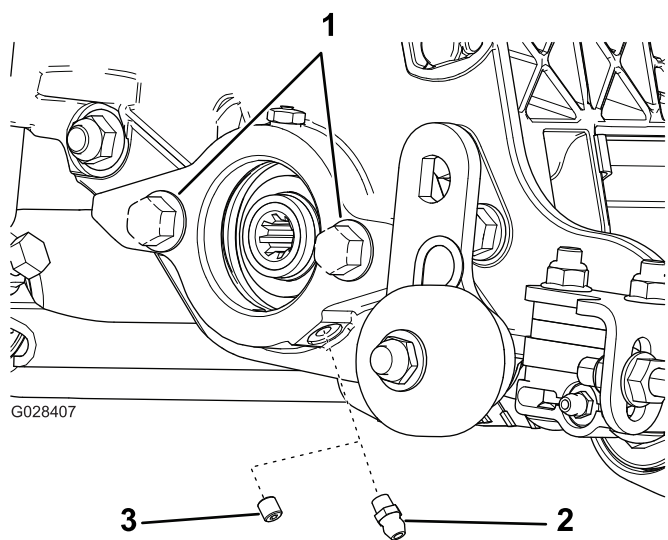

Figura 5
1. Retire y deseche el tornillo de fijación de la chapa lateral del motor del molinete (Figura 5).
2. Instale el engrasador recto (Figura 5).
3. Si no hay pernos en la placa lateral del motor del molinete, instálelos (Figura 5).
Las unidades de verticorte pueden instalarse en cualquiera de las 5 posiciones de la unidad de tracción. La Figura 5 muestra la orientación del motor para cada posición. En las posiciones que requieren que el motor se monte en el extremo derecho de la unidad de verticorte, instale un contrapeso en el extremo izquierdo de la unidad de verticorte. En los casos en los que el motor tenga que montarse en el extremo izquierdo, instale un contrapeso en el extremo derecho de la unidad de verticorte.